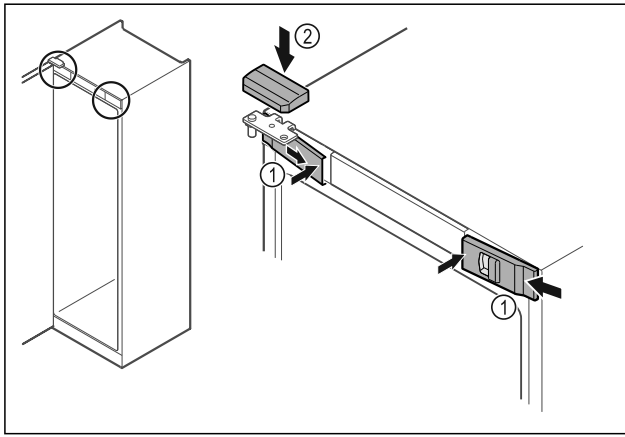

Fig. 36
- ▶ Voorste afdekkingen Fig. 36 (1) zijdelings aanbrengen en van binnen vastklikken.
- ▶ Bovenste afdekking Fig. 36 (2) van boven vastklikken.